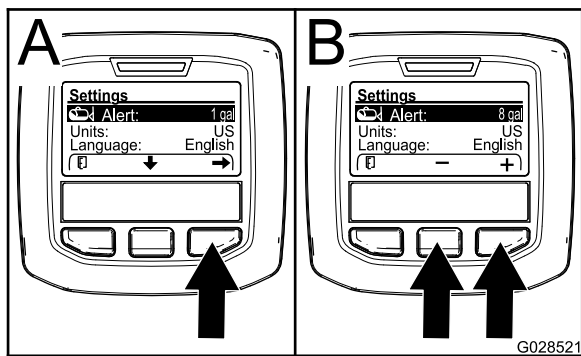

Figura 8
1. Carregue no botão de seleção central para realçar a definição de alerta (Figura 8).
2. Pressione o botão de seleção direito (Figura 8).
3. Utilize os botões de seleção central ou direito para introduzir a quantidade mínima no depósito quando o alerta é mostrado durante a operação do pulverizador (Figura 8).